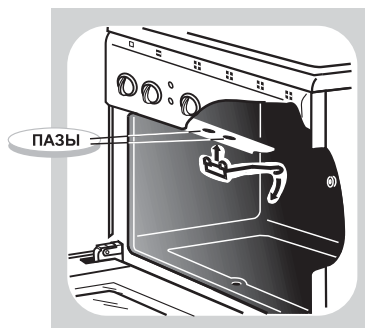

Рис. 16
- Установите крючок, для чего вставьте «усы» крючка в пазы верхней полки проема духовки и опустите крючок вниз (рис.16, 17).